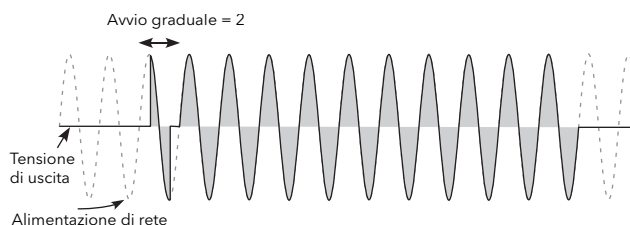

Figura 88 Esempio di avvio graduale
- Soft Start (Avvio graduale)** Solo per l'accensione a treno di impulsi, rappresenta la durata dell'avvio graduale, in mezzi periodi di tensione di alimentazione, applicando una rampa ad angolo di fase all'inizio di ogni periodo di accensione (Figura 88).